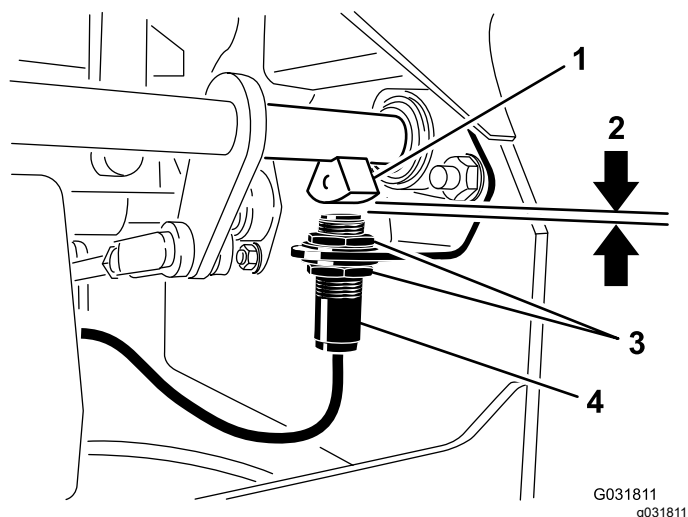

Figure 46
4. Montez ou descendez le contacteur sur le support jusqu'à ce que le capteur d'arbre de frein et le plongeur du contacteur soient distants de 4 mm (5/32 po), comme montré à la (Figure 46).